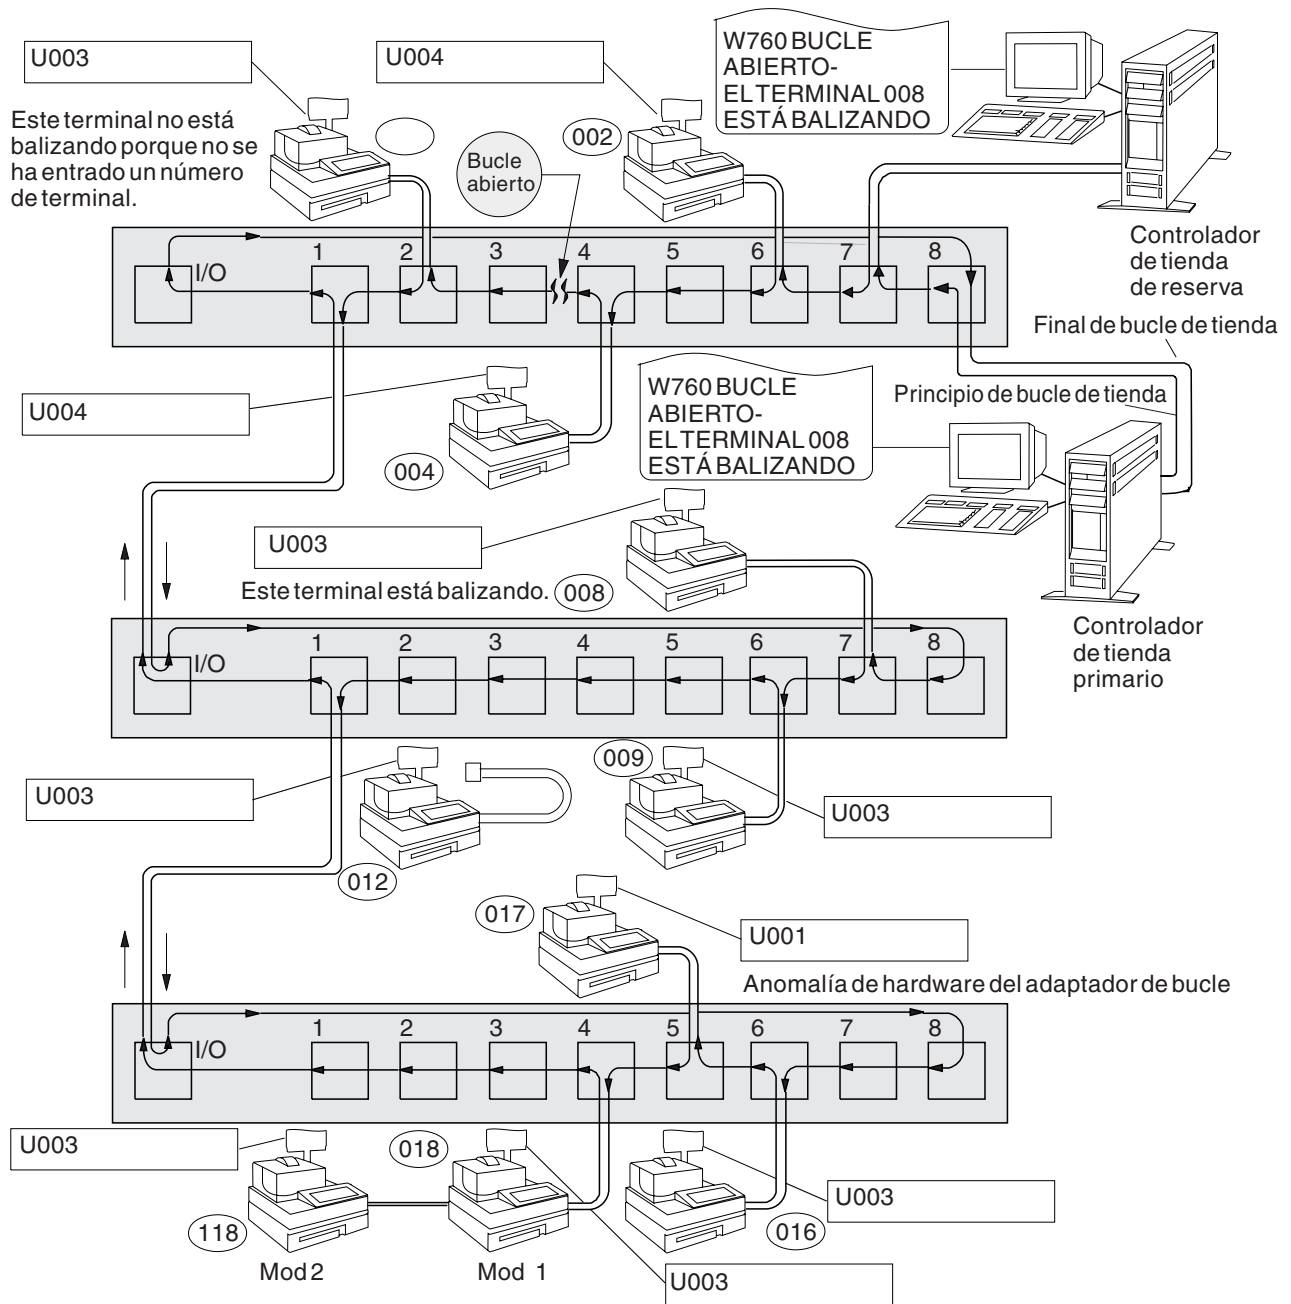

Figura 23. Bucle de tienda con condición de apertura
La Figura 23 en la página 475 representa un bucle de tienda típico, utilizando el Concentrador de Cableado del Bucle de IBM. Puede que el bucle de tienda del usuario no esté cableado como éste, pero la posición de los terminales en el bucle y su relación con el controlador de tienda serán similares. Los números de terminal se muestran en orden numérico, pero se pueden poner en cualquier orden en el bucle de tienda. El controlador de tienda transmite datos al primer Mod1 posterior en el bucle de tienda. Este Mod1 recibe los datos y los pasa al siguiente terminal Mod1 del bucle. Esto continúa: cada Mod1 recibe los datos del Mod1 inmediatamente anterior a su posición en el bucle y los pasa al siguiente Mod1 del bucle. El último terminal Mod1 del bucle vuelve a pasar los datos al controlador de tienda.
Obtenga un diagrama del diseño de bucle de tienda (consulte la Figura 23 en la página 475), que contenga:
- Si es un terminal Mod2, vaya al terminal Mod1 asociado. Un terminal 4683 Mod2 visualiza el estado del Mod1 asociado. Consulte el apartado Figura 23 en la página 475.
- Utilice el diagrama del diseño de bucle de tienda, consulte la Figura 23 en la página 475, para determinar si el número de terminal que corresponde a este terminal es igual al número de terminal del mensaje W760.